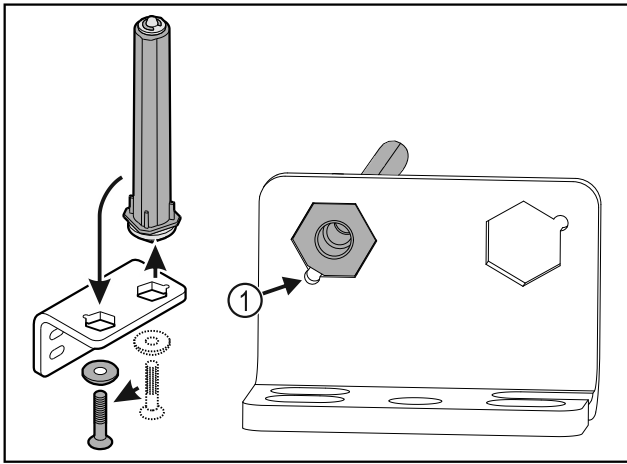

Fig. 32
- ▶ Verificare che durante l'inserimento lo smusso del perno Fig. 32 (1) sia rivolto verso il foro circolare.